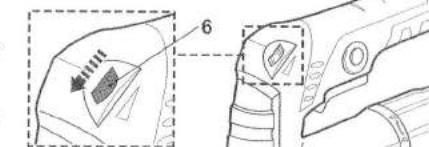

Рис. 8
> Поверните регулятор выбора скорости (6) влево (если смотреть снизу), чтобы увеличить максимальную скорость (Рис. 8). Большее значение подходит для шлифования мелкозернистой наждачной бумагой для получения низкой степени шероховатости.